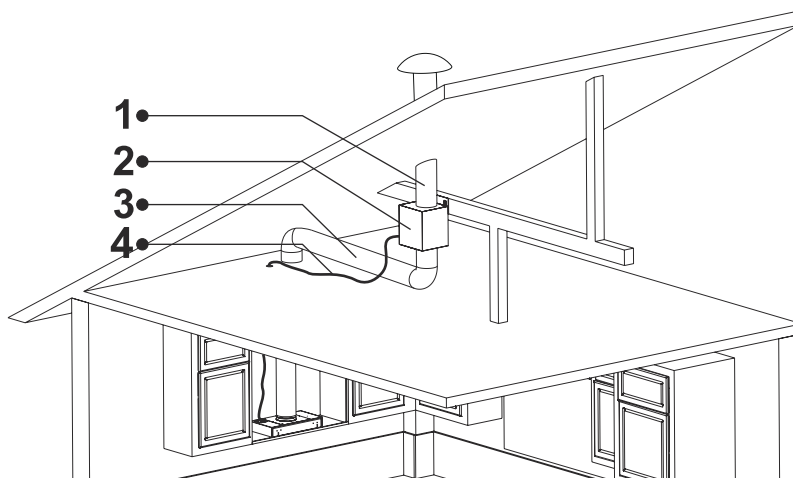

Fig. 31
12. ➤ Tilslut nu aftrækskanalerne på motorkabinettet (Fig. 31).
Brug nu den 8 m. lange 9 polet multikabel og tilslut den fra emhætten til motorkabinettet. (Fig. 31).